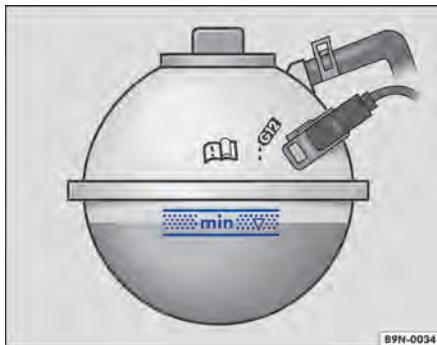

Fig. 137 No compartimento do motor: marca no reservatório de expansão do líquido de arrefecimento do motor.
- Com o motor frio, verificar o nível do líquido de arrefecimento do motor pela marca lateral do reservatório de expansão do líquido de arrefecimento do motor ⇒ **Fig. 137**.
- Reabastecer somente com líquido de arrefecimento do motor **novo** e de acordo com a especificação da Volkswagen (⇒ Página 222) ⇒ ①.
- O nível do líquido de arrefecimento do motor deve permanecer dentro da marca do reservatório ⇒ Fig. 137. **Não completar acima da borda superior da área demarcada** ⇒ ①!
- Se em caso de emergência não houver à disposição líquido de arrefecimento do motor dentro da especificação exigida (⇒ Página 222), não utilizar nenhum outro aditivo do líquido de arrefecimento do motor! Em vez disso, completar a seguir somente com **água destilada** ⇒ ①. Depois disso, a mistura com a proporção correta de aditivo do líquido de arrefecimento do motor ⇒ Página 222 deve ser restabelecida o mais rápido possível.
- Abastecer com líquido de arrefecimento do motor somente até a borda superior da faixa marcada ⇒ Fig. 137. Caso contrário, ao aquecer-se, o líquido excedente será expulso do sistema de arrefecimento do motor e poderá ocasionar danos.